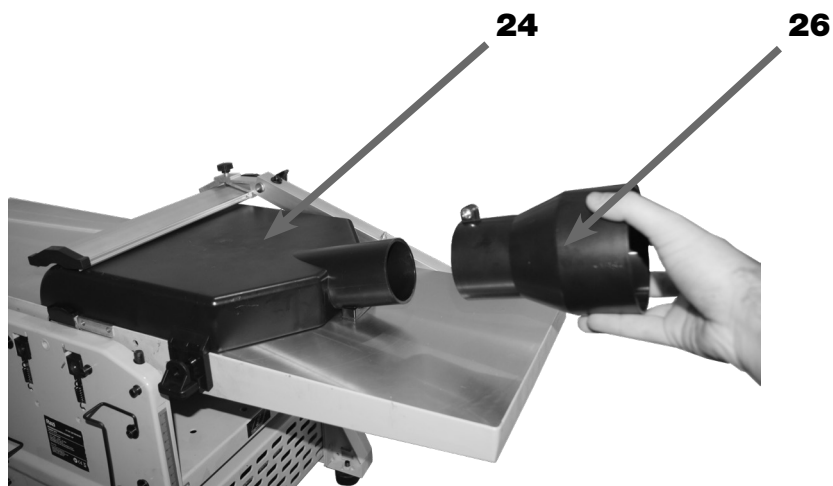

FIGURA 30 – Encaixe da Extensão
4. ENCAIXAR a Extensão do Direcionador de Cavacos (26) (figura 30);